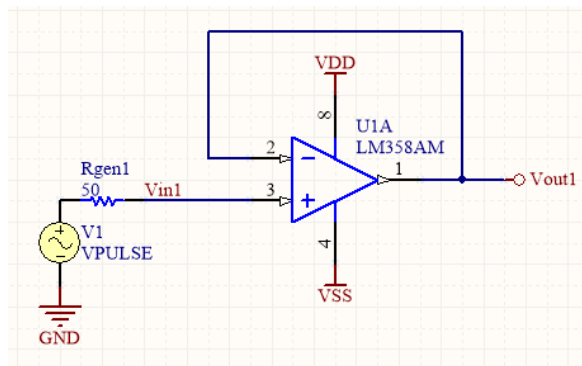

Figure 1: Le suiveur de tension.
Répondez aux questions suivantes avant de vous présenter au laboratoire. N'oubliez pas de remettre vos réponses aux assistants avant le début de la séance sur MonPortail. **Pour toutes les simulations, utilisez  $V_{DD} = 5V$  et  $V_{SS} = -5V$ . En simulation, rajoutez une résistance de source de  $50\ \Omega$  en série avec les sources de signal (ex. : VSIN, VPULSE, etc.) pour émuler le comportement des sources réelles (voir la Figure 1). Utilisez la librairie associée et référez-vous au Didacticiel *Altium Designer* pour savoir comment l'intégrer au projet.**
Le montage suiveur de tension est un circuit en boucle fermée qui a un gain unitaire, une impédance d'entrée élevée et une impédance de sortie faible. La Figure 1 montre un suiveur de tension utilisant l'ampli-op **LM358** de la compagnie « *National Semiconductor* ».
- 1.1. Réalisez le schéma du suiveur de tension présenté à la Figure 1 dans *Altium Designer*. Ce schéma vous sera utile au laboratoire 3 aussi. Il peut donc être pertinent de le conserver. Utilisez une sinusoïde d'amplitude de 1 V et une fréquence de 10 kHz.
Cette partie du travail s'effectue au PLT-3101 et consiste à réaliser les montages des circuits illustrés sur les Figures 1 à 3 et d'utiliser l'Arduino. Rapportez les valeurs demandées (celles **en gras** dans le protocole) dans votre rapport, comparez-les avec les valeurs simulées et **discutez de vos résultats**. Advenant le cas où vos résultats ne concorderaient pas tout à fait avec la simulation, fournissez une explication.
- 1.1. Montez le circuit de la Figure 1 sur votre *breadboard*. Choisissez +5V pour l'alimentation positive et -5V pour l'alimentation négative et branchez ces tensions au circuit. Utilisez la fonction *SERIES* de votre source d'alimentation pour générer des tensions positives et négatives.
Répondez aux questions suivantes avant de vous présenter au laboratoire. N'oubliez pas de remettre vos réponses aux assistants avant le début de la séance sur MonPortail. **Pour toutes les simulations, utilisez  $V_{DD} = 5V$  et  $V_{SS} = -5V$ . En simulation, rajoutez une résistance de source de  $50\ \Omega$  en série avec les sources de signal (ex. : VSIN, VPULSE, etc.) pour émuler le comportement des sources réelles (voir la Figure 1). Utilisez la librairie associée et référez-vous au Didacticiel Altium Designer pour savoir comment l'intégrer au projet.**